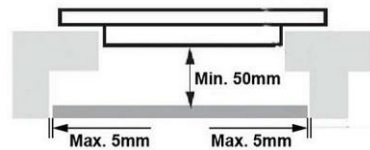

Fig. 4
- Installare sotto la piastra di cottura un pannello in legno, fissandolo con delle viti. La distanza fra la piastra di cottura e il pannello in legno non deve essere inferiore a 50 mm. Tenere conto delle distanze riportate nella fig. 4.